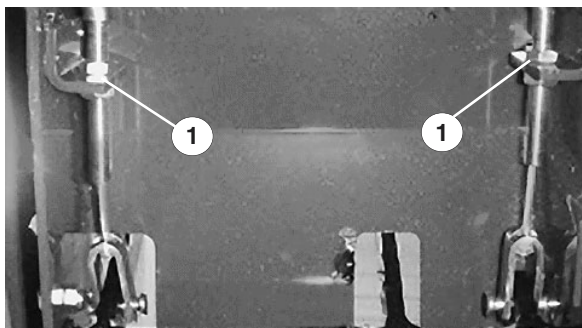

Figure 37
2. Pour réduire la garde aux pédales de frein, desserrez l'écrou avant sur l'extrémité filetée du câble de frein (Fig. 37). Serrez ensuite l'écrou arrière pour déplacer le câble en arrière jusqu'à obtention d'une garde de 13 mm à 25 mm. Resserrez l'écrou avant une fois que les freins sont réglés correctement.